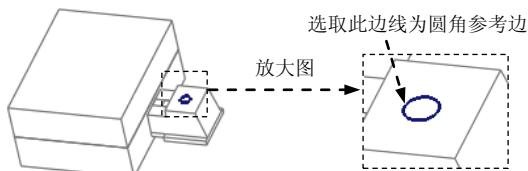

图 27.54 圆角参考
Step8. 创建导柱孔的圆角特征。单击 **模具** 功能选项卡 **设计特征** 区域中的 **倒圆角** 按钮，此时系统弹出“倒圆角”操控板；选取图 27.54 所示的边线为圆角参考边；在文本框中输入半径值 2.0，并按 Enter 键；在“倒圆角”操控板中单击 **确定** 按钮，完成特征的创建。